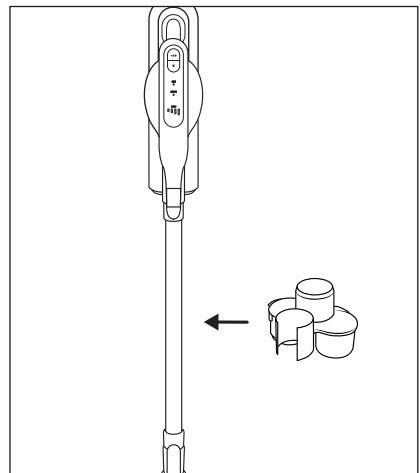

Abb. 16
- ♦ Befestigen Sie die Zubehörhalterung **17** am Saugrohr **23** (siehe Abbildung 16).